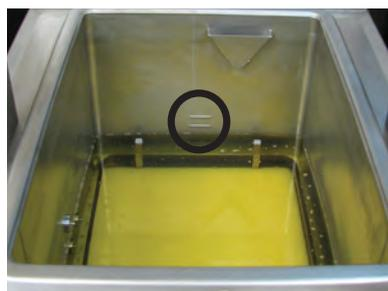

Figura 3-3
Il livello di olio deve essere sempre al di sopra degli elementi di riscaldamento quando la friggitrice si sta riscaldando e fino agli indicatori di livello della vasca di frittura posti sul retro della vasca (Figura 3-3). Il mancato rispetto di queste istruzioni potrebbe provocare incendi o danneggiare la friggitrice.
6. Il modello elettrico richiede 76 lb (34,5 kg) di olio. La vasca di frittura ha 2 linee di indicatore di livello sulla parete posteriore che mostra quando l'olio riscaldato è al livello appropriato. Figura 3-3.